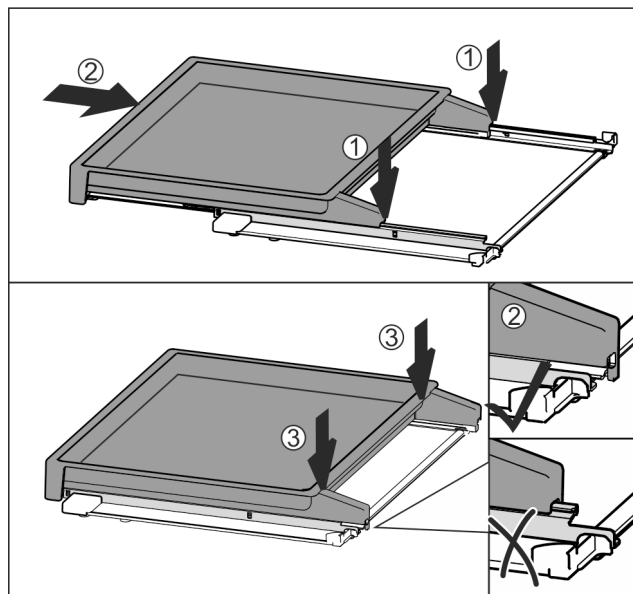

Fig. 113
- ▶ Umieścić centralnie na szynach Fig. 113 (1).
- ▶ Wsunąć całkowicie wysuwaną półkę Fig. 113 (2).
- ▶ Docisnąć z tyłu, aż do słyszalnego zatrzasknięcia Fig. 113 (3).